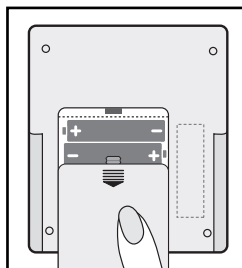

Рис. 1
1. Відкрийте кришку відсіку для елементів живлення і вставте 4 елементи типу AA, як зазначено на схемі, розташованій усередині відсіку. Переконайтеся, що полярність дотримана. Не тисніть при знятті кришки відсіку для елементів живлення (рис. 1).